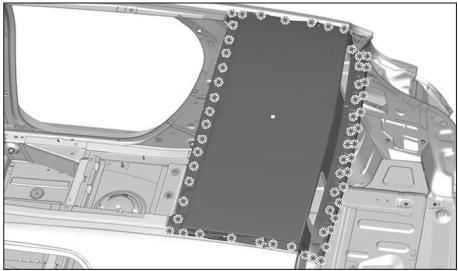

FIG. 143
- Fraiser les points de soudure (Fig.143).